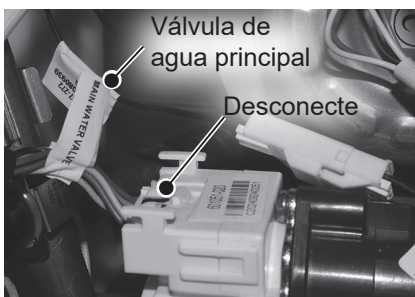

Figura 42 - Desconexión de la válvula de agua principal
- 20** Ubique el mazo de cables de la válvula de agua principal y desconéctelo. Consulte la Figura 42.